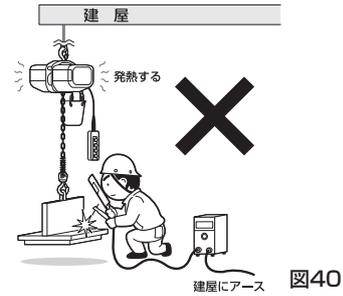

図40
- (23) 宙づりした荷を電気溶接しないでください。(図40)
- (24) ロードチェーンに溶接機のアースを接続しないでください。
- (25) ロードチェーンに溶接用電極を絶対に接触させないでください。
- (26) 建屋の溶接工事を行う場合、電気チェーンブロックが溶接のアース経路にならない様にしてください。